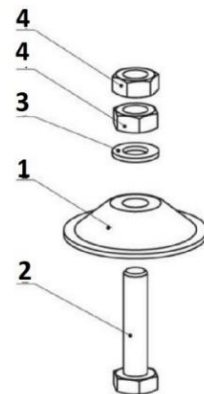

Fig. 2d;
* En los casos en que los elementos de soporte ajustables son integrales, puede ensamblarlos tal como se describe (Fig. 2d):